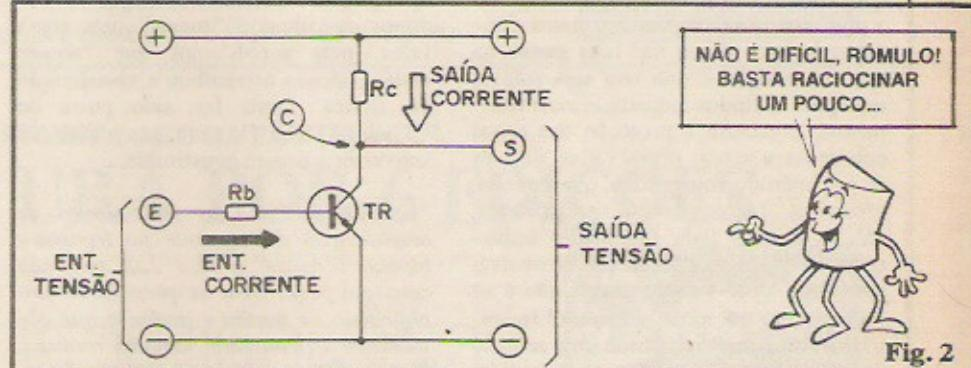

Fig. 2
Conforme foi explicado na 1^a "Aula" do ABC, Rômulo, as grandezas elétricas (Tensão, Corrente, Resistência, Potência...) são interdependentes num circuito ou componente. Observe o esquemina da fig. 2... uma determinada TENSÃO (maior do que o "degrau" de condução no diodo base/emissor do TR...) na Entrada E, determina, sobre a resistência de base R_b uma pequena CORRENTE (que podemos chamar de "Entrada"...). A partir do **ganho** (fator de amplificação do transístor TR) que vamos situar - como exemplo - em "10", podemos obter, no **coletor** do dito transístor, uma CORRENTE 10 vezes maior. Essa CORRENTE, contudo, pode (e deve...) ser limitada pelo valor ôhmico do próprio resistor/carga de coletor (R_c) de modo que o parâmetro I_c (max) de TR não seja "estourado". Lembremos, agora, que o percurso coletor/emissor de um transístor bipolar comum pode ser considerado como um "caminho" puramente resistivo entre a linha do positivo e do negativo da alimentação geral. Assim, se o dito TR conduz **mais** CORRENTE, é sinal de que ficou "menos resistivo", ou seja: a TENSÃO no seu **coletor** (ponto "C") **caiu**... Dá pra notar, então que (dentro da chamada curva de funcionamento do TR...) um **aumento** da tensão no ponto "E" gera uma dimi-
- FIG. 2-A Podemos, com toda facilidade, "multiplicar" o valor intrínseco do "degrau" de tensão do diodo comum (dentro do "truque" de fazê-lo atuar como um zener...), simplesmente "empilhando" vários componentes...! Conforme sugere os diagramas da figura, se "empilharmos" dois diodos, ambos no sentido direto de polarização, teremos uma queda de tensão de aproximadamente 1,2V (ou seja: um "zener" de 1,2V...). Prosseguindo na ideia, se a "fila" for composta por 3
- FIG. 2-B - Transformando o "truque" numa aplicação real... Se determinado circuito ou aplicação exigir estabilização e regulação de tensão, na casa de 1,2V (e isso não é tão difícil de acontecer, uma vez que mais e mais micro-circuitos, super-portáteis, trabalham sob alimentação geral de apenas uma pilhinha tipo "botão", cuja tensão nominal situa-se entre 1,35V e 1,55V, deduzindo-se daí que o circuito precisa, na realidade, de uma tensão estável **menor** do que tais valores...), podemos improvisar tranquilamente o "nossa zener", empilhando dois diodos comuns de silício (tipo IN4148, por exemplo...), polarizando-os no sentido direto e protegendo o conjunto a partir de um resistor cujo valor será calculado "igualzinho" farfamos no caso de um zener "mesmo"! No caso/exemplo, os 1,2V regulados teriam que se manifestar, na Saída (Vs), num nível de corrente de 5 milíampéres (0,005A). Obtivemos, com as fórmulas já explicadas na parte Teórica da presente "Aula", o valor de 360R para o tal resistor... Os "Alunos" mais desconfiados podem conferir os cálculos e verificar a sua exatidão... Notem ainda que os próprios limites de cor-
rente dos diodos 1N4148 não são (muito pelo contrário...) ultrapassados ou "forçados", com o que podemos esperar do arranjo um funcionamento bastante confiável, mesmo em aplicações relativamente rígidas... Querem um exemplo mais "palpável"...? Então vamos lá: tem esses "chaveirinhos" musicais ou que fazem "mil" sons, baseados em micro-chips altamente específicos (e que "lá fora", nas Coréias e Taiwans da vida, são produzidos por alguns centavos a unidade...). Então o Leitor/"Aluno" fuçador desmonta um desses bichinhos e resolve adaptá-lo para outro uso, pretendendo alimentar o chip com um par de pilhas pequenas ou mesmo com uma mini-fonte ligada à C.A. Supondo que a dita "tranqueirinha", originalmente, era alimentada por uma única pilha "botão", a exata solução mostrada na fig. 2-B "caia como uma luva"...! Experimentando a idéia básica com 2 ou com 3 diodos (gerando então 1,2 ou 1,8V regulados...), com certeza será possível (de forma segura e econômica...) estruturar uma alimentação externa para o tal micro-chip! (Voltaremos a falar sobre improvisações desse gênero, em futuro próximo...).
te", em alguns casos...) na função "zener", igualzinho fizemos com os diodos! Da mesma forma que explicamos para o "truque" com os diodos comuns, o LED "zener" deve ficar **diretamente polarizado**, e a sua intrínseca queda de tensão (diferença de potencial natural, a ser "vencida" na junção...) estabelece o referencial regulado de tensão para a Saída do arranjo! Os cálculos **continuam** a ser feitos da mesma maneira que realizariam para zeners "verdeiros", levando-se em conta os limites de corrente naturais do LED e - principalmente - lembrando que o "degrau" de tensão inerente é maior do que o encontrado nas junções de diodos comuns (ver "Aula" nº 5 do ABC...). Por exemplo: num LED vermelho, a queda na tensão direta é de aproximadamente 1,8V (entre 1,7 e 2,0V, tipicamente...). O arranjo pode, então ser utilizado, com quase exata igualdade de condições e parâmetros, no lugar do "outro truque", sugerido no terceiro diagrama da fig. 2-A... Verifiquem! No lugar dos 3 diodos comuns "empilhados", um único LED "fará" os 1,8V que esperamos ver regulados na Saída Vs...